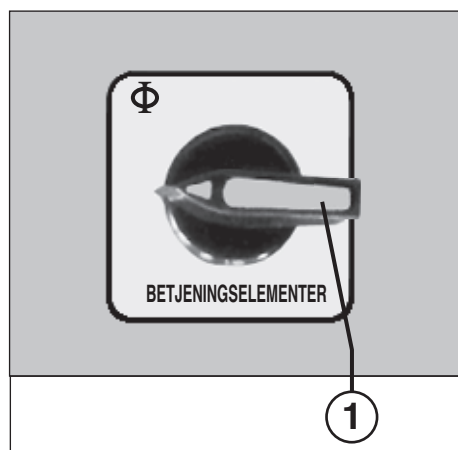
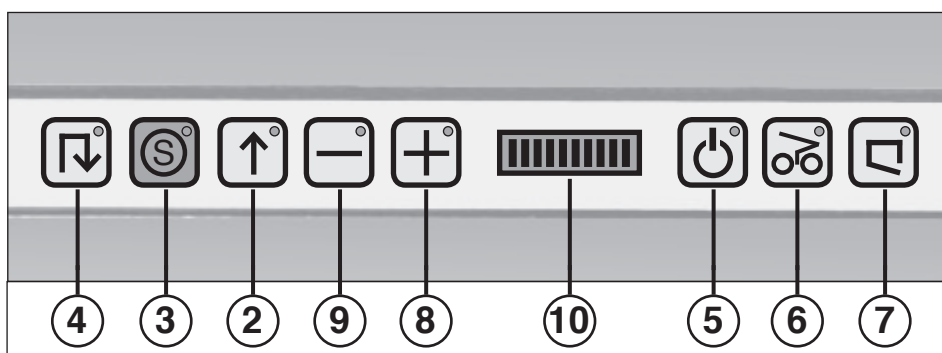

Fig. 1
Fig. 2
BETJENINGSELEMENTER (fig. 1, 2 og 3):
1 = Hovedafbryder (nødstop) (fig. 1)
2 = Fremadtast (fig. 2)
3 = Stoptast "S" (fig. 2)
4 = Tilbagetast (fig. 2)
5 = Kontrolindikator (fig. 2)
"papirophobning" (fig. 2)
7 = Kontrolindikator (fig. 2)
8 = Plustast vario-speed (fig. 2)
9 = Minustast vario-speed (fig. 2)
10 = Hastighedsindikator vario-speed (fig. 2)
Tænd for maskinen med hovedafbryderen (1) (fig. 1). For at vise at maskinen er klar, lyser den lille lampe i kontrolindikatoren "Klar" (5) samt den røde stoptast "S" (fig. 2).
2. Tryk på fremadtasten (2) (fig. 2). Knivene starter og begynder at makulere papiret.
3. Maskinen standses ved at trykke på den røde stoptast (3) (fig. 2).
1. Knivene blokerer. Kontrolindikatoren (6) (fig. 2) lyser.
- For at øge arbejds hastigheden skal De trykke på plustasten vario-speed (8) (fig. 2).
- For at reducere arbejds hastigheden til fordel for en højere arbejds effekt skal De trykke på minustasten vario-speed (9) (fig. 2).
- Det aktuelle hastighedsniveau vises via hastighedsindikatoren vario-speed (10) (fig. 2).
Når opsamlingsposen er fyldt op, slukker maskinen. Kontrolindikatoren "Opsamlingspose fuld" (7) (fig. 2) lyser. Opsamlingsposen tømmes på følgende måde: